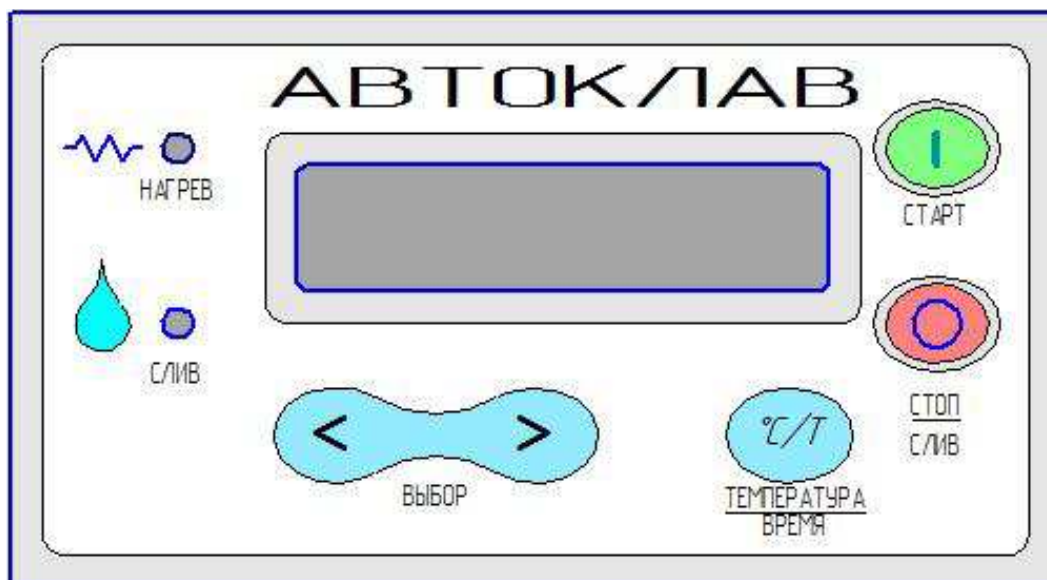

Рисунок 4 - Лицевая панель ЭБУ
3.2. ЭБУ состоит из микропроцессорного блока с цифровой индикацией. На лицевой панели (рис.4) находятся органы управления и индикации.
ЭБУ подключится к электроэнергии и перейдёт в режим выбора продукта (на дисплее выводится меню наименования продуктов, курсором указан выбранный продукт (рис.4). Автоклав запоминает параметры последней стерилизации (дистилляции).